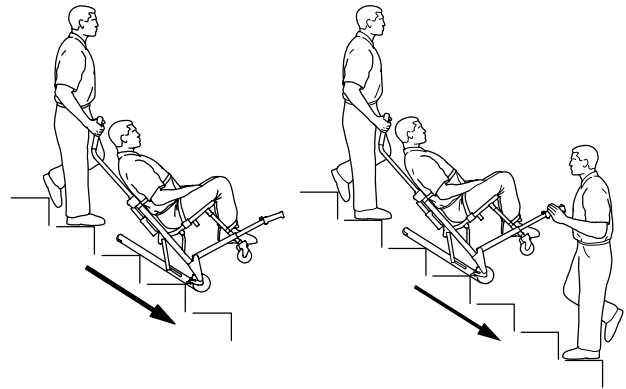

Figura 11 – Transporte escaleras abajo
8. Ambos operadores: deslicen hacia abajo por las escaleras hasta que las almohadillas estén niveladas por los bordes de dos o tres escalones (Figura 11).